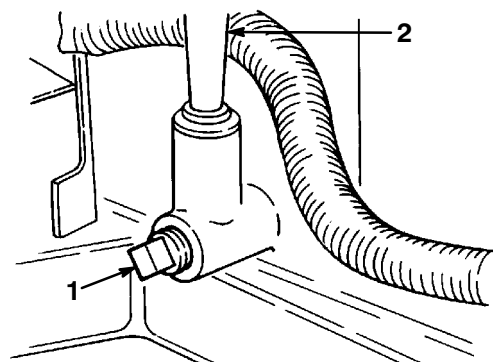

Figure 16
4. Placez un bac de vidange sous le goulot de remplissage/jauge et enlevez le bouchon de vidange (Fig. 16).